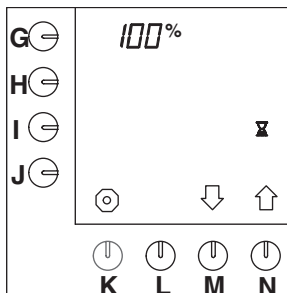

Fig. 35 Temps de pause 100%
- Appuyez sur la touche de sélection (N.)⬆ jusqu'à ce que la fig.35 s'affiche sur l'écran de contrôle.